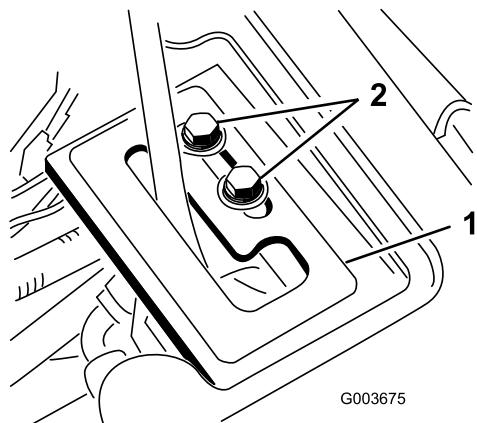

Figura 17
1. Pase la placa de guía de la palanca por encima de la palanca de elevación y fíjelo provisionalmente al bastidor con 2 tornillos con arandela prensada y arandelas (Figura 17).
- Con el motor en marcha y la palanca de elevación en la posición **Flotar**, desplace la placa de guía de la palanca hasta que el cilindro de elevación pueda ser extendido y retraído con la mano (Figura 17).
- Apriete ambos tornillos de montaje de la placa de guía de la palanca de elevación para afianzar el ajuste (Figura 17).